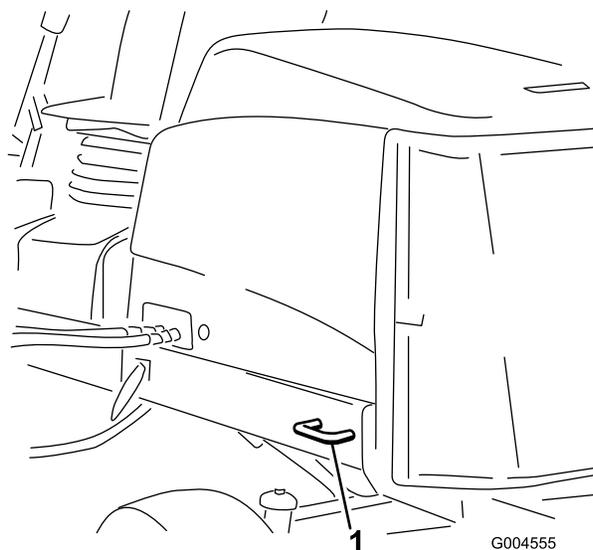

Figura 47
- Traseira – cada lado da máquina na estrutura traseira (Figura 47).